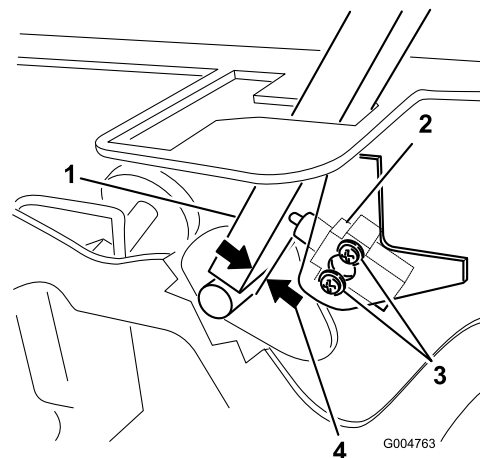

Figura 70
3. Afloje los 2 tornillos que fijan el interruptor de seguridad (Figura 70).
4. Sujetando la palanca de control contra el bastidor, mueva el interruptor hacia la palanca hasta que la distancia entre la palanca y el cuerpo del interruptor sea de 0,015 a 0,045 pulg. (0,4 a 1 mm) (Figura 70).